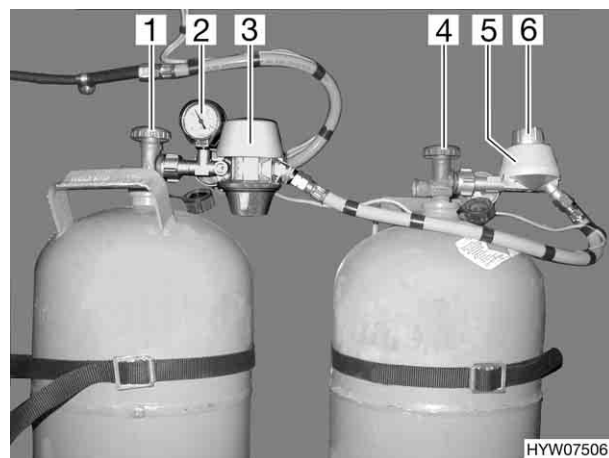
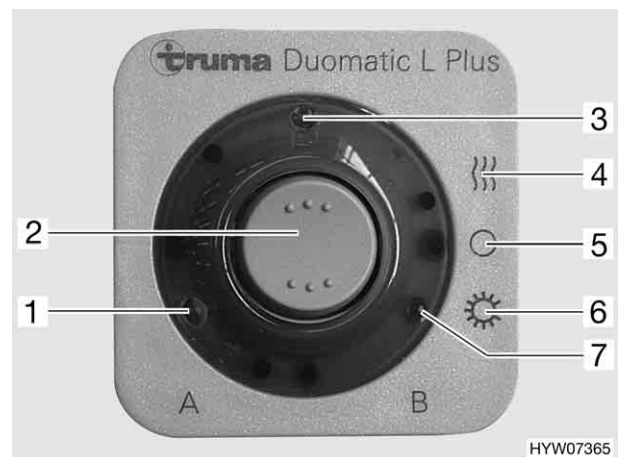

Fig. 92 Dispositif de commutation Duomatic
Fig. 93 Affichage à distance
Le dispositif de commutation Duomatic consiste en un régulateur central (Fig. 92,3) et un régulateur de commutation (Fig. 92,5). Un bouton rotatif (Fig. 92,6) situé sur le régulateur de commutation permet de définir laquelle des bouteilles de gaz est celle de service et laquelle est celle de réserve. Les deux régulateurs sont équipés d'un avertisseur de pression et de l'installation de dégivrage.
Le manomètre (Fig. 92,2) du régulateur central affiche la pression dans la bouteille de gaz et non pas le niveau de remplissage de la bouteille. Le manomètre permet de contrôler l'étanchéité de la bouteille de gaz.
L'élément de contrôle (Fig. 93) ne commande que les fonctions électriques. Les robinets principaux des bouteilles à gaz (Fig. 92,1 et 4) doivent être ouverts manuellement.
- Ouvrir les robinets principaux des bouteilles de gaz (Fig. 92,1 et 4).
- Choisir la bouteille de gaz avec le bouton rotatif (Fig. 92,6) situé sur le régulateur de commutation (Fig. 92,5) à partir de laquelle le gaz sera utilisé principalement (bouteille de service). Toujours tourner le bouton rotatif à fond.
Lorsque le bouton rotatif se situe dans le domaine rouge, le gaz est prélevé prioritairement à partir de la bouteille de gaz équipée du régulateur central (Fig. 92,3).
Lorsque le bouton rotatif se situe dans le domaine vert, le gaz est prélevé prioritairement à partir de la bouteille de gaz équipée du régulateur de commutation (Fig. 92,5).
- Sélectionner le mode de fonctionnement à l'aide de l'affichage à distance (Fig. 93) et allumer le dispositif de commutation Duomatic. Les deux régulateurs de pression du gaz sont maintenant désaérés.
L'affichage à distance (Fig. 93) permet de sélectionner le mode de fonctionnement. En outre, l'affichage à distance permet de signaler à l'intérieur du véhicule quelle bouteille de gaz est vide.
Régler le mode de fonctionnement à l'aide du commutateur à bascule (Fig. 93,2). Le voyant de contrôle (Fig. 93,3) brille lors du fonctionnement de l'installation.
- Régime hiver "Marche et chauffage" (Fig. 93,4)
- Arrêt (Fig. 93,5)
- Régime été "Marche" (Fig. 93,6)
- Voyant de contrôle "A" (Fig. 93,1) : bouteille de gaz raccordée au régulateur central
- Voyant de contrôle "B" (Fig. 93,7) : bouteille de gaz raccordée au régulateur de commutation